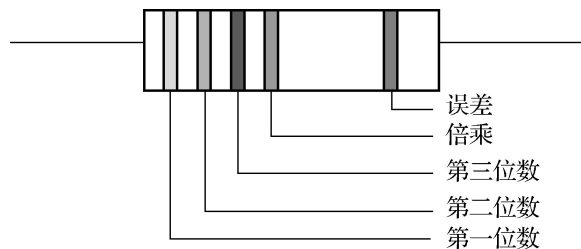

图 1-17 五色环电阻
③五色环电阻：第一、第二、第三环分别代表 3 位有效数的阻值，第四环代表倍率，第五环代表误差。如图 1-17 所示，“黄、紫、黑、红、棕”代表阻值为 $470 \times 10^2 \Omega$ ，误差为 $\pm 1\%$ 。